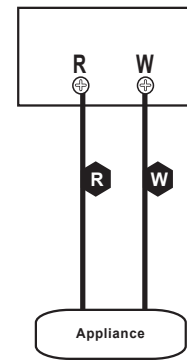

Figure 25.2
5. Connectez le fil du thermostat aux bornes de B et R (**Figure 25.2**).